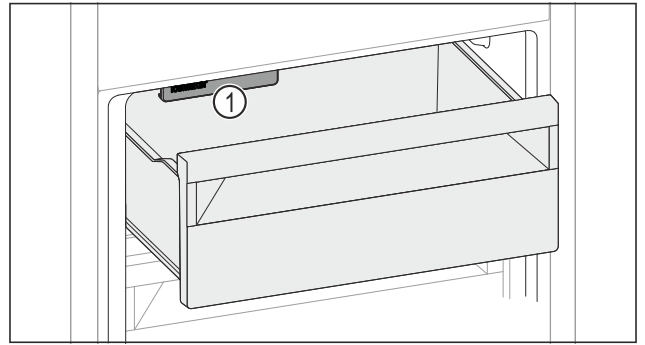

Fig. 155
- Tenez compte de l'IceMaker Fig. 155 (1).